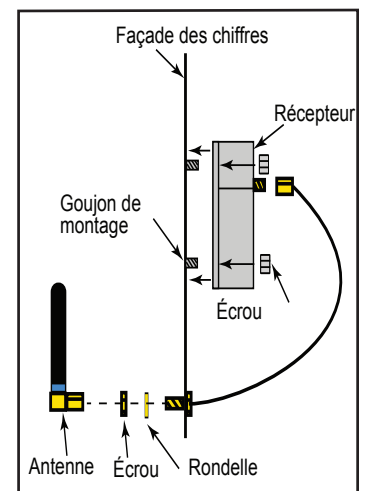

Figure 28: Vue de profil du montage
3. Placez le récepteur sur les goujons de montage à l'arrière de la façade des chiffres. Consultez la **Figure 28**.
6. Placez la rondelle plate sur l'extrémité fileté du câble d'antenne. Consultez la **Figure 28**.
8. Enfilez l'extrémité femelle de l'antenne sur l'extrémité fileté du câble d'antenne en tournant l'antenne dans le sens des aiguilles d'une montre jusqu'à ce qu'elle soit bien fixée. Consultez la **Figure 28**.